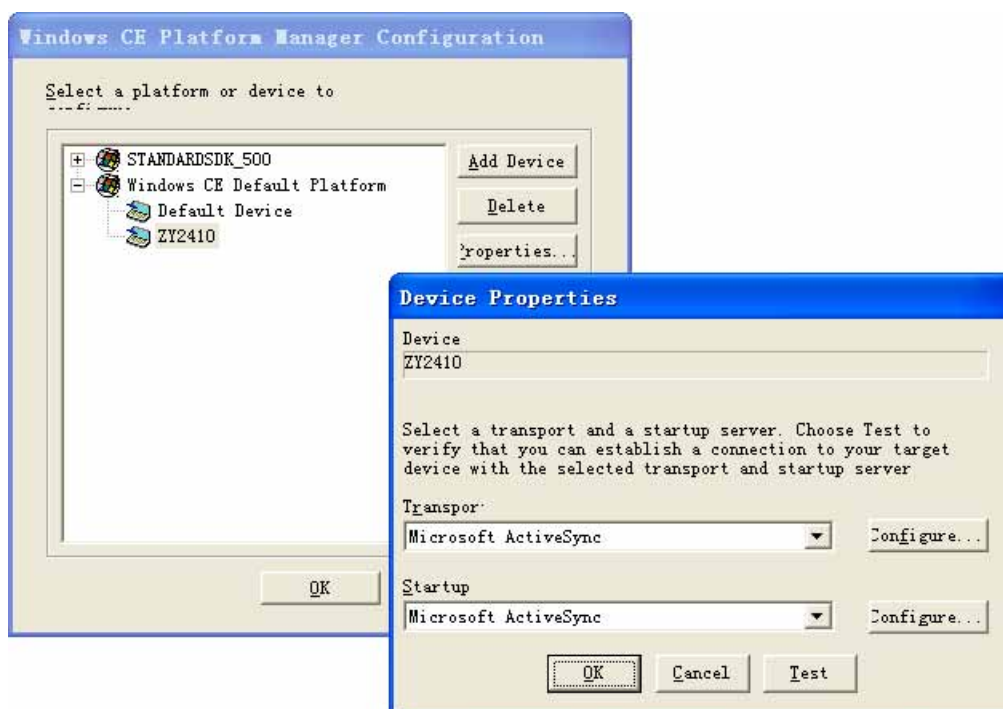

图 2.40 建立远程连接
14. 在 PC 机打开 eMbedded Visual C++ 4.0，选择菜单“Tools → Configure Platform Manager...”，弹出如图 2.40 所示的“Windows CE Platform Manager Configuration”对话框，在该对话框中选中“Windows CE Default Platform”，然后点击“Add Device”按钮新建一个连接，命名为 :ZY2410。再选择 ZY2410，然后按“Properties...”按钮，弹出“Device Properties”对话框，在“Transport”和“Startup”下拉列表中选择“Microsoft ActiveSync”。最后“OK”退出。